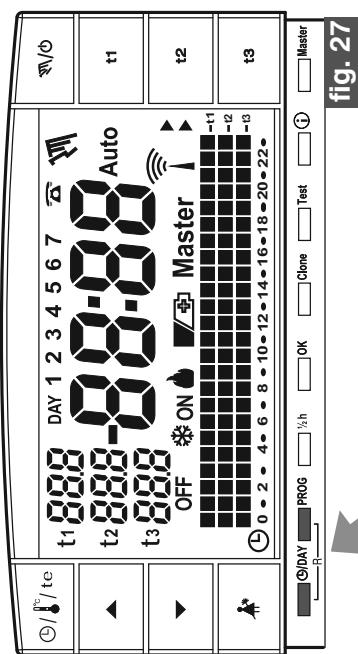

fig. 27
- Para cancelar los datos registrados presionar (por 2 seg.) las teclas **Ø/DAY** y **PROG**. En la pantalla aparecen todos los segmentos iluminados (autotest general (fig. 27/28)).